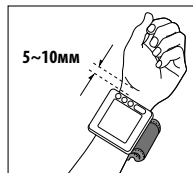

Рис.4
- 2 Край манжет должен находиться на расстоянии 5-10 мм от края ладони. Поместите прибор по центру вашего запястья (рис.4).